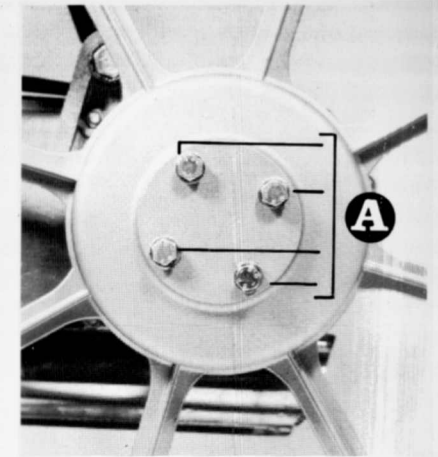

Fig. 21
Para desmontar la rueda trasera, aflojar los cuatro tornillos (A) que fijan el tambor a la brida, extraer éstos con sus correspondientes arandelas y quitar la rueda (fig 21).